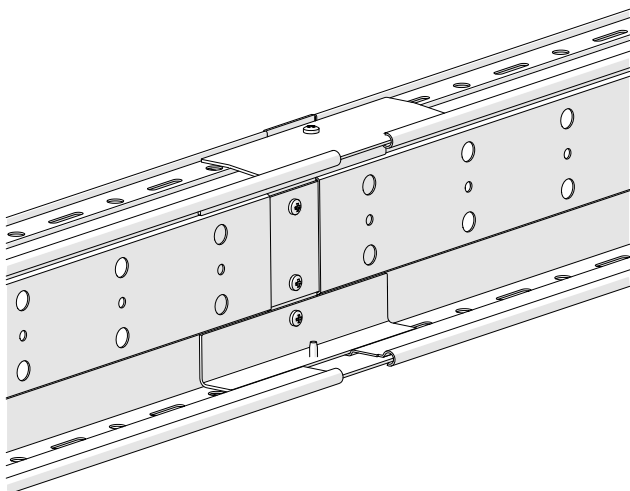

Abb. 51: Tragprofilschienen mit Reparaturset
12. Die Bleche (1 und 2) miteinander verschrauben und von hinten an die Tragprofilschiene legen (siehe Abb. 51).
13. Die Winkel (3) von vorne montieren (siehe Abb. 51).
14. Die Bleche (4) in den Spalt des rohrförmigen Tragprofil-Bereichs legen und montieren (siehe Abb. 51).